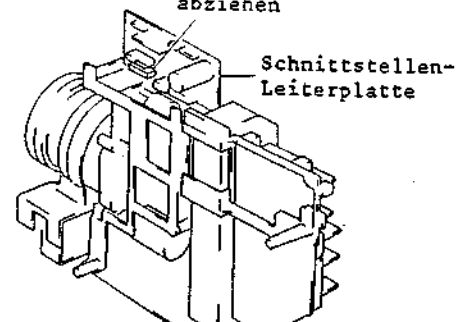

Abb. 2-97 Ausbau der Autofokus-Leiterplatte
2. Den Stecker CN1A abziehen (siehe Abb. 2-97).